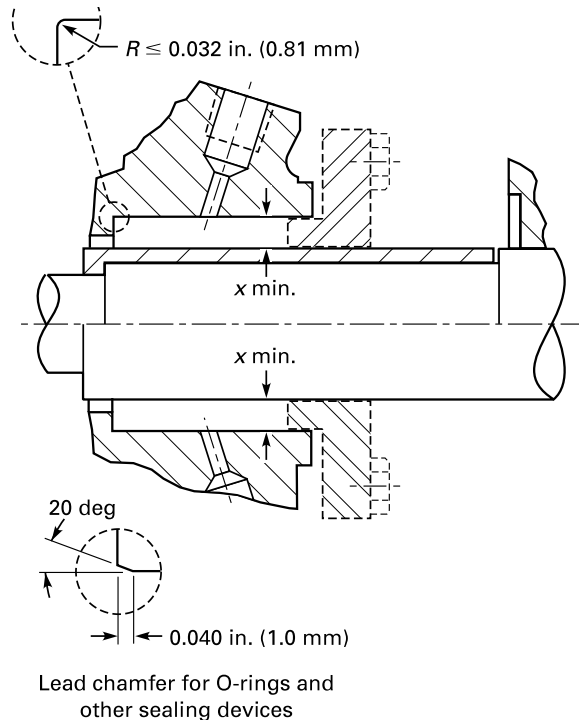

Abb. 1 — Quelle ASME
**Besonders positiv:** In der ASME B73.1 M - 1991 wird zwischen dem Einbau von Packungen und dem Einbau von GLRD klar unterschieden. Die Größe der Packungsräume entspricht den traditionellen Maßen (siehe Abb. 1).